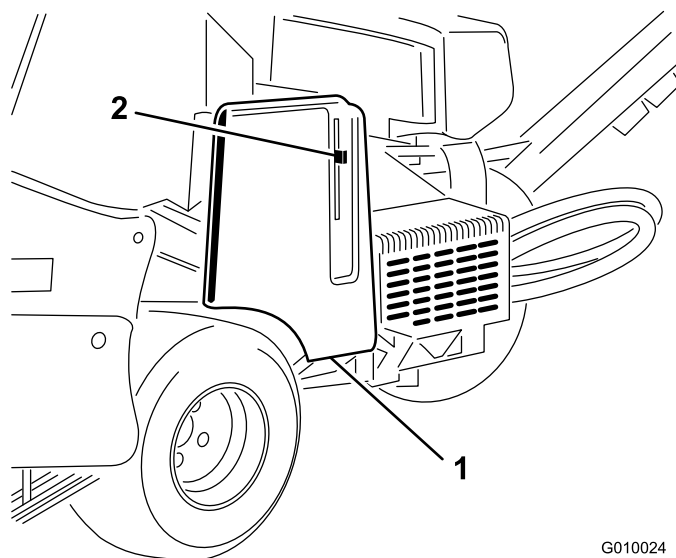
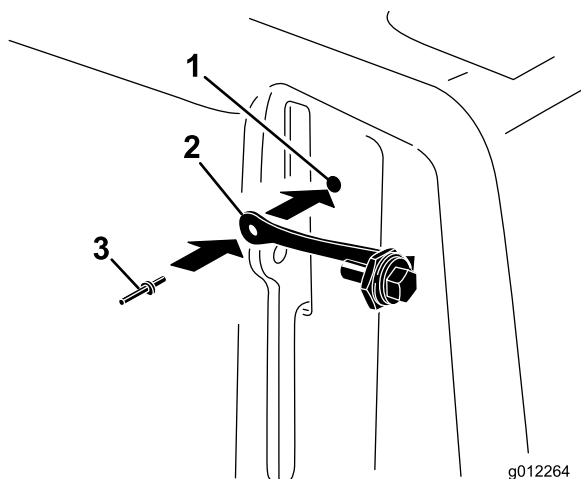

Figura 9
Figura 10
1. Individuate il foro sul paracinghia, vicino alla leva del dispositivo di fermo (Figura 9 e Figura 10).
2. Fissate il cordino al foro presente sul paracinghia per mezzo di un ribattino con spina (Figura 10).